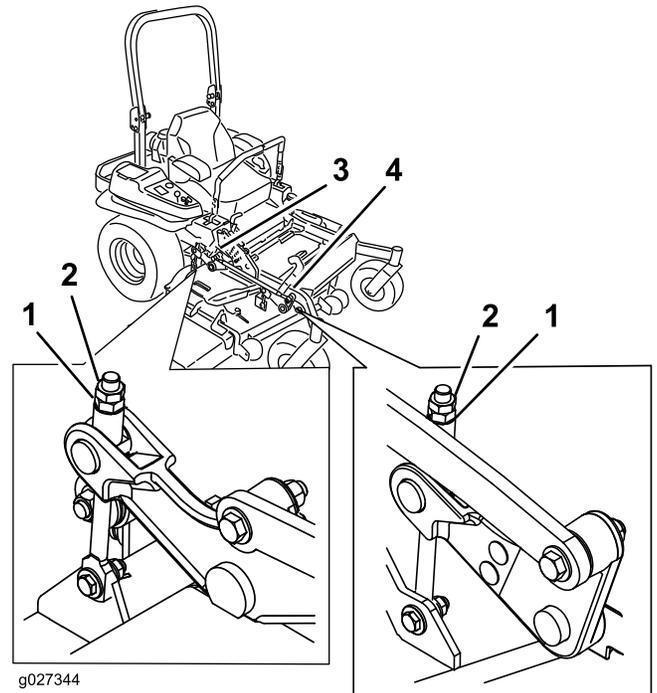

**Figura 90**
9. En ambos lados de la carcasa, mida desde la superficie nivelada hasta la punta delantera de la cuchilla (Posición A), según se muestra en Figura 90.
- En ambos lados de la carcasa, mida desde la superficie nivelada hasta la punta trasera de la cuchilla (Posición B), según se muestra en Figura 90.